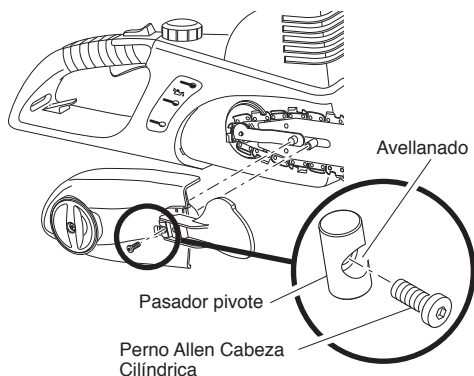

Figura 18 - Inserción del tornillo de la tapa del cabezal inferior en el pasador pivote
4. Coloque la palanca, en posición abierta, sobre la tapa de la rueda dentada (vea la Figura 18).
IMPORTANTE: El tornillo de la tapa del cabezal inferior debe ser insertado en el agujero avellanado que está en el pasador pivote de la palanca (vea la Figura 18). La palanca no funcionará en forma apropiada si el tornillo de la tapa del cabezal inferior no está instalado correctamente.